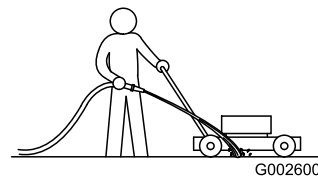

Bild 32
1. Lassen Sie den Motor auf einer flachen, befestigten Oberfläche laufen und sprühen Sie Wasser vor das **rechte** Hinterrad (Bild 32).